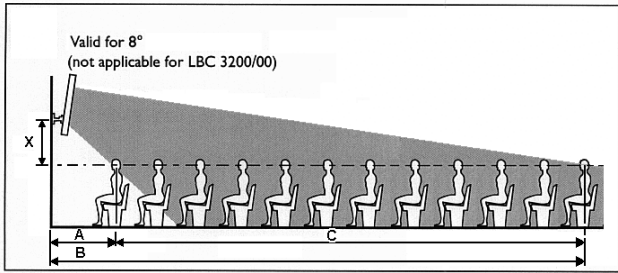

Figura 1: vista lateral del plano de audición e irradiación de la columna
1. Determine las dimensiones del 'área de escucha' deseada (plano horizontal al nivel de los oídos del oyente; consulte la línea discontinua de la figura 1).
3. Consulte el diagrama 1 y continúe hacia arriba desde la distancia máxima en el eje horizontal. Desplácese horizontalmente hasta el eje vertical desde la intersección vertical con la línea B diagonal. El valor X (altura del soporte de montaje de la columna por encima del plano de audición, 'X' en la figura 1) aparece sobre este eje. Las intersecciones horizontales con otras líneas diagonales proporcionan información acerca de las dimensiones del área de audición. Estos números están relacionados con las figuras 2 y 3 (consulte también el ejemplo que aparece más abajo).